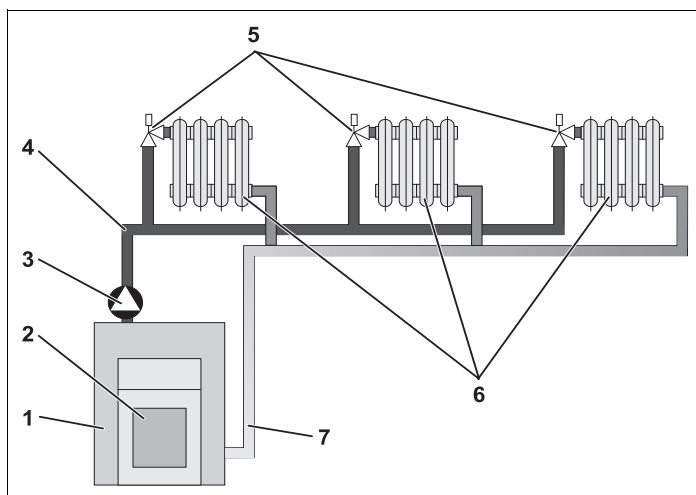

Fig. 1 Schema unei instalații de încălzire cu un singur circuit de încălzire
În schema 1 este reprezentat un circuit de încălzire: Arzătorul (Fig. 1, **Poz. 2**) arde combustibilul (de obicei gaz sau motorină) și încălzește apa care se află în cazanul de încălzire. Agentul termic este pompat de o pompă (3) prin conducta de tur (4) către (6) radiatoare. Agentul termic pătrunde în calorifere și cedează o parte din căldura sa. Prin conducta de retur (7) pătrunde din nou apă în cazanul de încălzire și circuitul începe din nou.
Un circuit de încălzire descrie traseul urmat de agentul termic de la cazan prin radiatoare și înapoi (Fig. 1 la pagina 5). Un cazan poate avea mai multe circuite de încălzire, ca de. ex. un circuit pentru aprovizionarea caloriferelor și un altul pentru aprovizionarea încălzirii pardoselii. Radiatoarele sunt acționate cu temperaturi mai mari de tur decât încălzirea pardoselii.